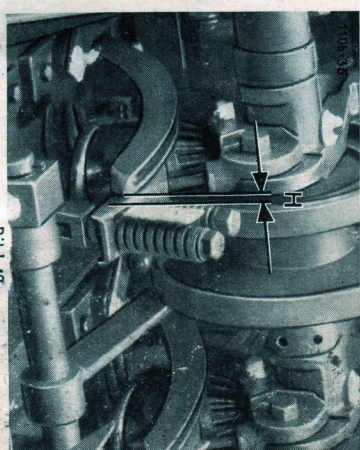

Bild 48
**Kontrollmaß H** (Bild 48) darf **1–2 mm** nicht überschreiten, bei Abweichungen ebenfalls Nadeln nachrichten.